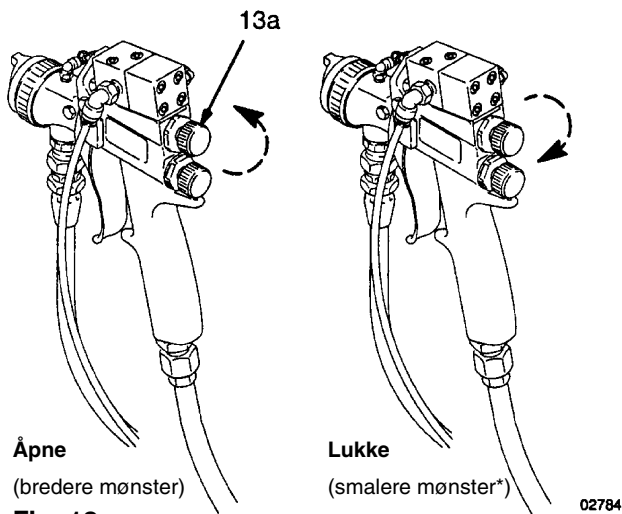

Fig. 12
- E. Åpne justeringsventilen for sprøytebildet (13a) ved å dreie den mot urviseren helt til stopp. Se Fig. 12.